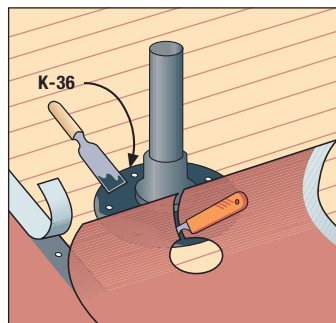

Bild 15
**9. För rör m.m. som förts genom taket** används elastiska spänning försedda genomgångsbälgar av gummi (**bild 15**), med minst 15 cm breda flänsar. Montera bälgan på plats och spika fast den i flänsen. Skär av TopTite så att dess övre ända når 10-15 cm ovanför genomskärningen, gör ett snitt i TopTites ända och skär ett hål av bälgens storlek. Limma fast vådens ända på flänsen helt och hållet med Tätklister.